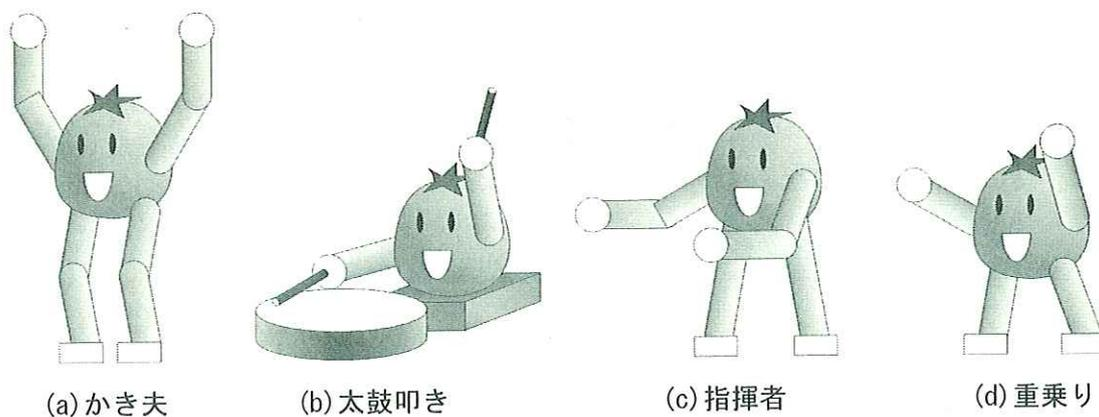

図2 ミカンロボの役割
- ① ミカン太鼓はミカンロボが太鼓台をかく。
- ② ミカンロボは4タイプあり、それぞれが違う動きをする（図2参照）。
- ③ ミカンロボは一辺が300mmの立方体に納まる大きさとする。
- ④ ミカン太鼓は全長1800mm、幅1000mm、高さ1800mmとする。
- ⑤ ミカンロボの重量は1kg以内とする。
- ⑥ 太鼓台本体の重量は10kg以内とする。
- ⑦ 太鼓台の外装はスケルトンで、内部構造が見えるようにする。
- ⑧ ミカン太鼓はシーケンス制御により数種類の動きを繰り返して行うことができる。
- ⑨ ミカンロボは全てサーボモータで駆動する。サーボモータドライバとパソコンはRS232Cで接続し、シリアル通信で制御する。
- ⑩ 太鼓台には紙吹雪噴射装置、紙吹雪を収集する掃除機、および数種類の音を出すスピーカーなどが内蔵されており、見る人を楽しませる。
- ⑪ 音楽は、都はるみが歌っている「ちょおうさじゃ」（作詞・石本美由起 作曲編曲・和田香苗 コロンビアレコード）が望ましい。
太鼓台では、(1) かき夫、(2) 太鼓叩き、(3) 指揮者、(4) 重乗りの4つの役割がある。図2に示すように、これらの役割をする人々をミカンロボで表現しなければならない。